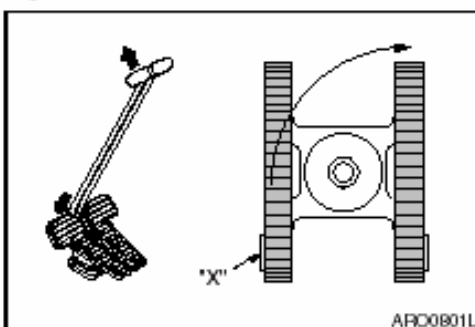

Figura 39
2. Los giros sobre un eje (Figura 39) se efectúan al hacer girar únicamente una de las orugas hacia delante o hacia atrás. La máquina pivotará sobre la oruga que no se mueva.